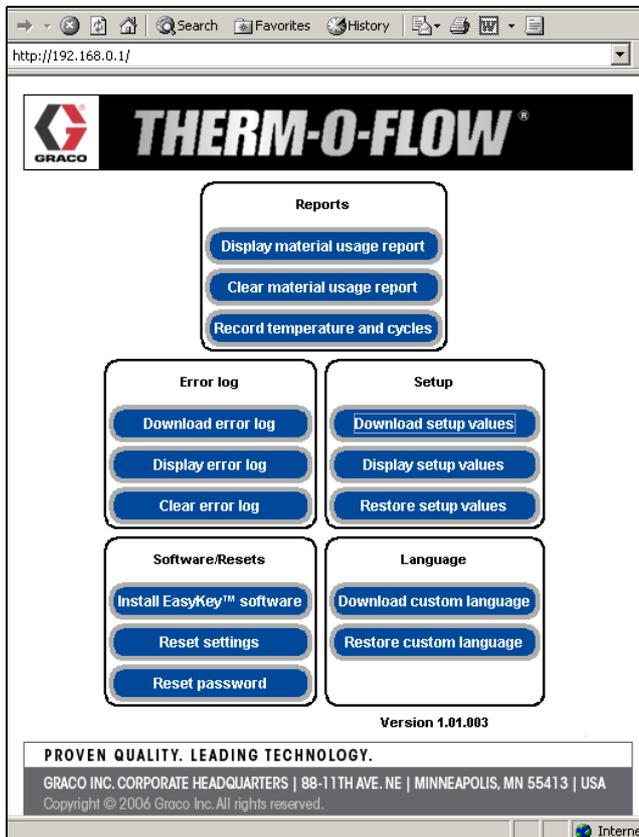

FIG. 33 Schermata principale del Software
5. Viene visualizzata la schermata principale del software. Vedere FIG. 33.
Dalla schermata principale (vedere FIG. 33) l'operatore può selezionare i pulsanti per i report, il registro degli errori, la configurazione, software/reimpostazioni o lingua.